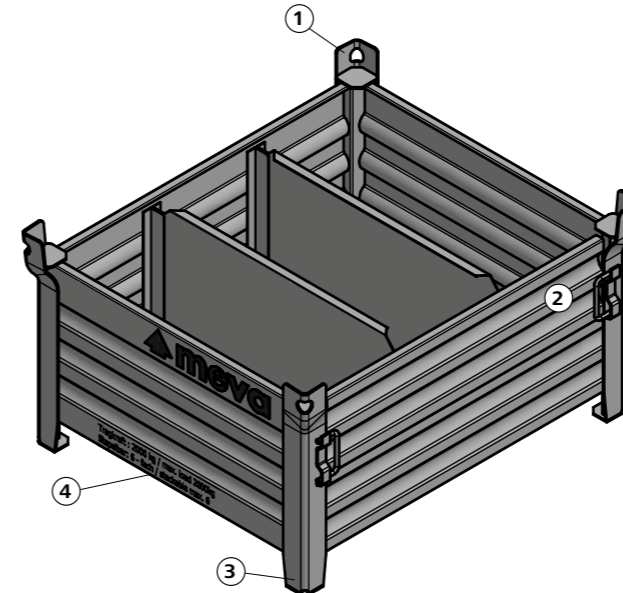

Abb. 9
Eventuelle Verschmutzungen am Aufsetzrahmen (① Abb. 9) der Kleinteilebox 120/100 müssen Sie vollständig entfernen.